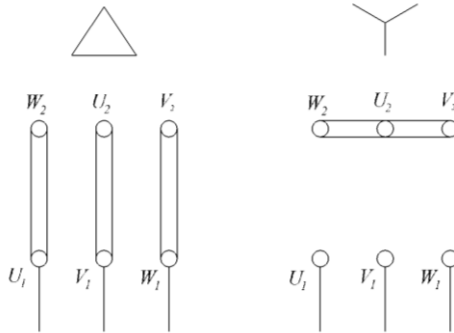

Рисунок 2 – Схема подключения электродвигателя к сети питания 380В
6.1.5 Произвести подготовку двигателя – осуществить подключение двигателя к сети питания 380В согласно схеме (Приложение А, рис. 2), измерить сопротивление изоляции и, при необходимости, просушить электродвигатель.